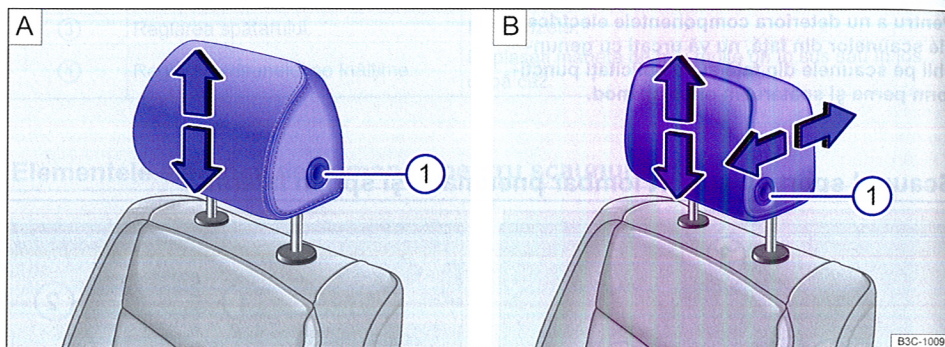
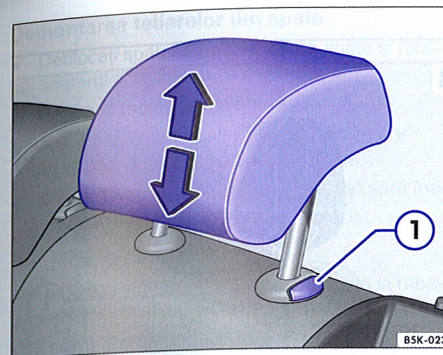

Fig. 45 Reglarea tetierelor față: tetiere reglabile în direcție longitudinală, la autovehiculele fără (A) și cu (B).
Fig. 46 Reglarea tetierei spate.
- Împingeți tetiera în sus în sensul săgeții sau apăsați-o în jos, menținând apăsată tasta ⇒ fig. 45 ① respectiv ⇒ fig. 46 ① ⇒ .
- Împingeți tetiera în față în sensul săgeții sau apăsați-o în spate, menținând apăsată tasta ⇒ fig. 45 B ①.